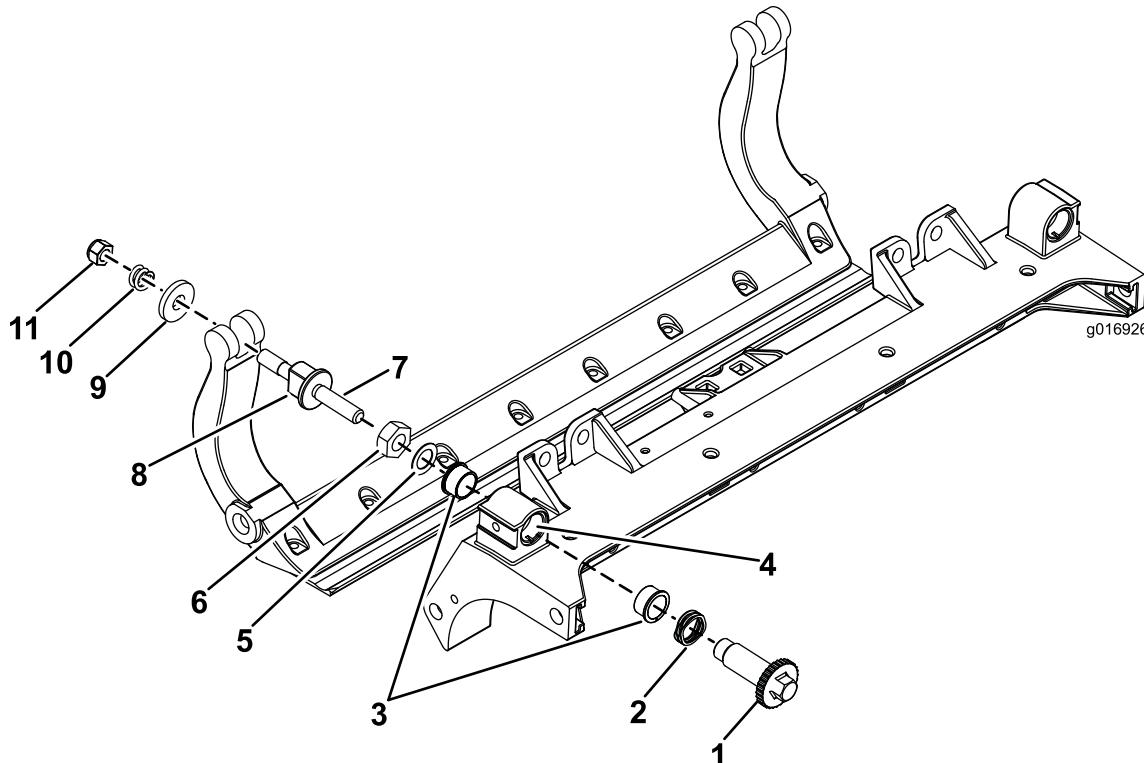

Figure 36
1. Déposez toutes les pièces (voir les *Instructions d'installation* du kit DPA renforcé, modèle n° 120-7230 et Figure 36).
2. Appliquez du produit antigrippant à l'intérieur du logement des bagues sur le bâti porteur du plateau de coupe (Figure 36).
3. Alignez les clavettes des bagues à embase sur les fentes dans le cadre, et mettez les bagues en place (Figure 36).
4. Posez une rondelle ondulée sur l'axe de réglage et insérez l'axe dans les bagues à embase sur le cadre du plateau de coupe (Figure 36).
5. Fixez l'axe de réglage avec une rondelle plate et un contre-écrou (Figure 36). Serrez le contre-écrou à un couple de 20 à 27 N·m.
Placez une rondelle en acier à l'extérieur de chaque rondelle en nylon (Figure 36).
11. Serrez l'écrou sur chaque vis de réglage de la barre d'appui jusqu'à ce que le ressort de compression soit complètement comprimé, puis desserrez l'écrou de 1/2 tour (Figure 36).